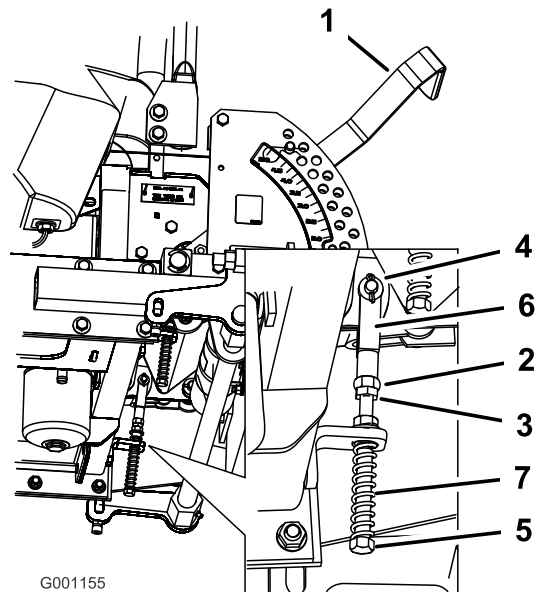

Figura 82
8. Si es necesario un ajuste, afloje la tuerca y la contratuerca contra la horquilla (Figura 82).
9. Aplique una ligera presión hacia atrás en la palanca de control de movimiento, y gire la cabeza del perno de ajuste en el sentido apropiado hasta que la palanca de control esté centrada en posición de BLOQUEO/PUNTO MUERTO (Figura 82).
10. Apriete la tuerca y la contratuerca (Figura 82).